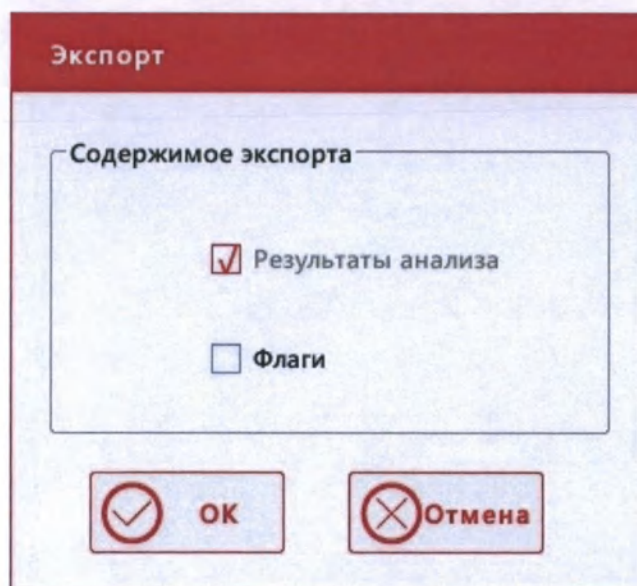

Рис.7.2-10 Окно установки содержимого экспорта
- 1) Вставьте внешний носитель в свободный USB порт и нажмите кнопку **«Экспорт»**. Установите необходимые флажки и нажмите кнопку **«ОК»** (Рис.7.2-10).